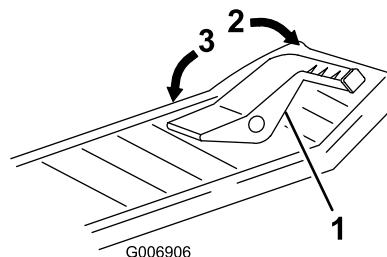

Figura 15
2. Ponga el pie sobre el pedal de control de tracción y pise lentamente la parte superior del pedal para desplazarse hacia adelante, o la parte inferior del pedal para desplazarse hacia atrás (Figura 15).